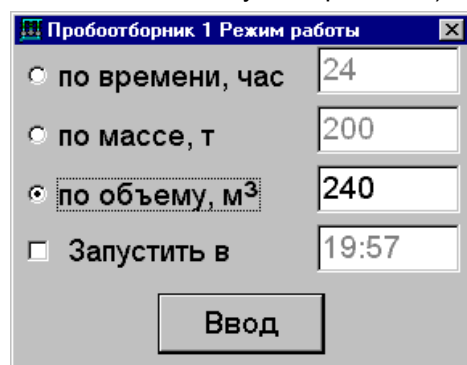

Рис. 17
- выбор **Режим работы** вызывает на экран окно (Рис. 17), в котором нужно выбрать требуемый режим работы пробоотборника. Выбор режима **По времени** указывает, за какое время должна быть набрана объединенная проба (отбор будет идти равномерно, независимо от текущего расхода).